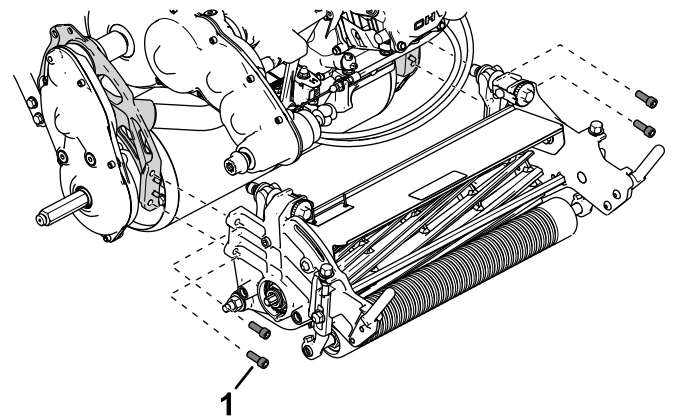

**Figura 48**
3. Rimuovete il gruppo di trasmissione del cilindro dall'apparato di taglio (Figura 48) e conservate la bulloneria.